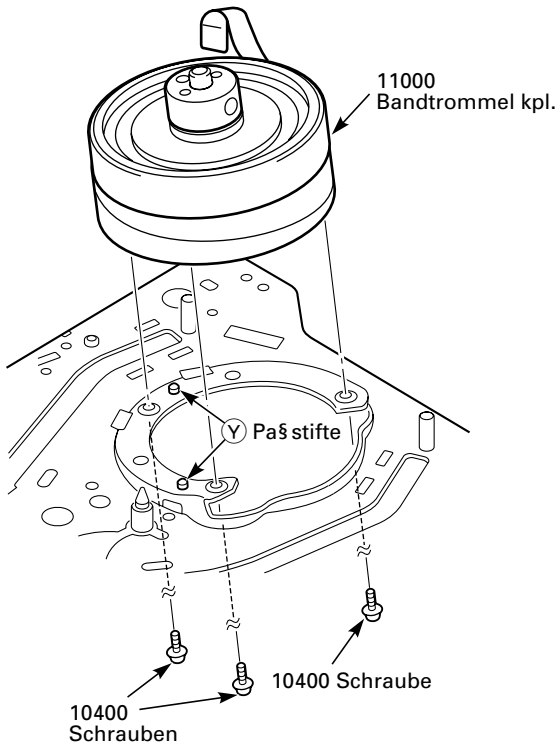

Fig. 8.38
**Hinweis:** Beim Einbau die Bandtrommel kpl. (Pos. 11000) auf die beiden Paßstifte (Y) der Montagefläche auf dem Laufwerkschassis ausrichten (Fig. 8.38). Die Schrauben (Pos. 10400) mit einem Drehmoment von 3.9 bis 4.2 kg/cm festziehen.